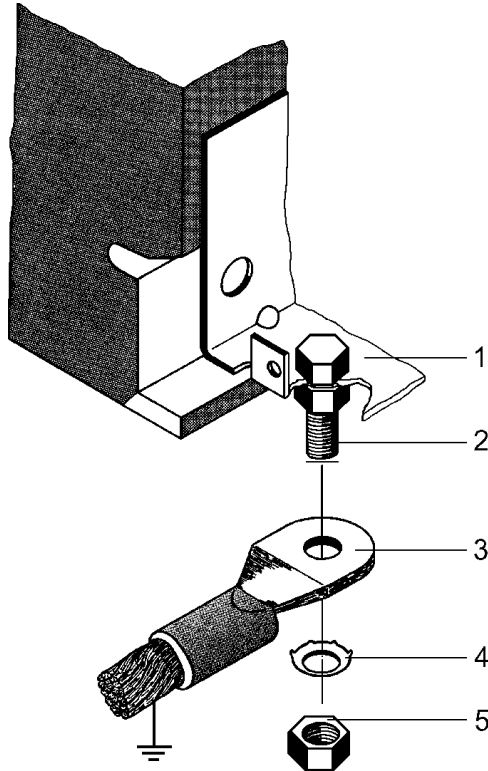

Fig. 15 Erdanschluß des Vakuumschützes
- A. mit \oplus gekennzeichnete Erdungsschraube M12 und Flachkupfer, Kupferseil oder feuerverzinktem Bandeisen vorschriftsmäßig an der Hochspannungsschutzerde (Fig. 15).
- A. Connect the earthing screw M12 marked with an earthing symbol \oplus and the flat copper pieces, stranded copper conductor or hot-dip galvanized steel straps to the HV earth in accordance with the relevant regulations (Fig. 15).